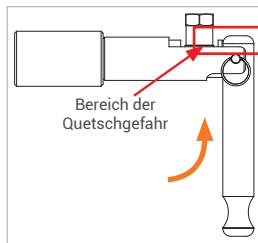

Abbildung 6
Vorsicht: Halten Sie Ihre Finger vom Kolben fern (*Abbildung 6*). Sie können sich die Finger beim Betätigen des Spannhebels (Pos. 2) quetschen oder einklemmen.
- ▶ Betätigen Sie den Spannhebel (Pos. 2) um 90° zurück in seine Ausgangslage (*Abbildung 6*).